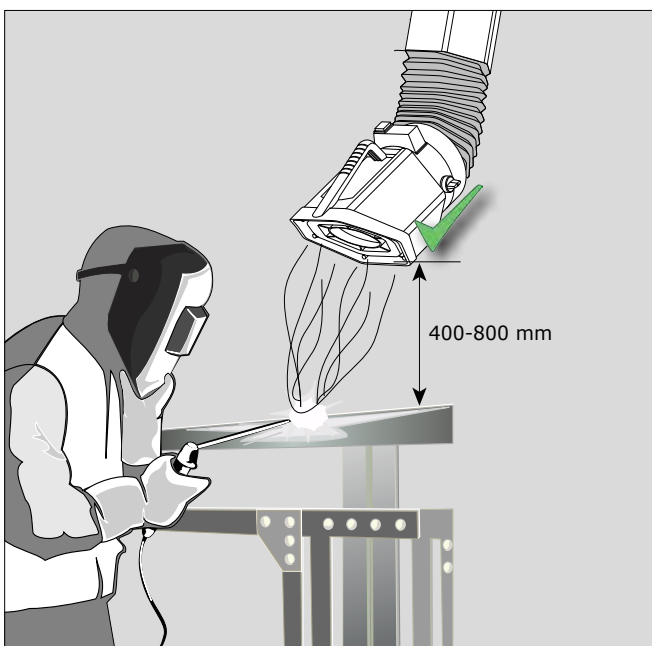
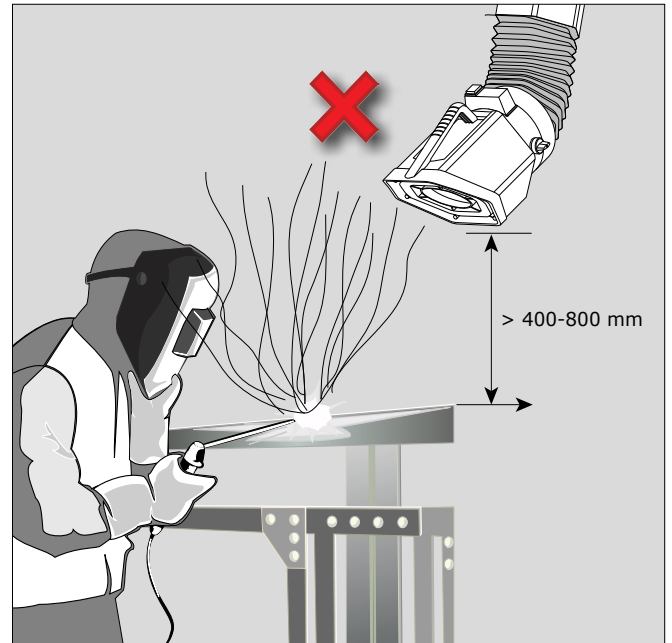

Fig. 2
Fig. 3
- Placez la hotte du bras d'aspiration à une distance de 400-800 mm au dessus de la source de pollution. Voir les images pour savoir la position correcte; Fig. 2 est juste; Fig. 3 est faux.